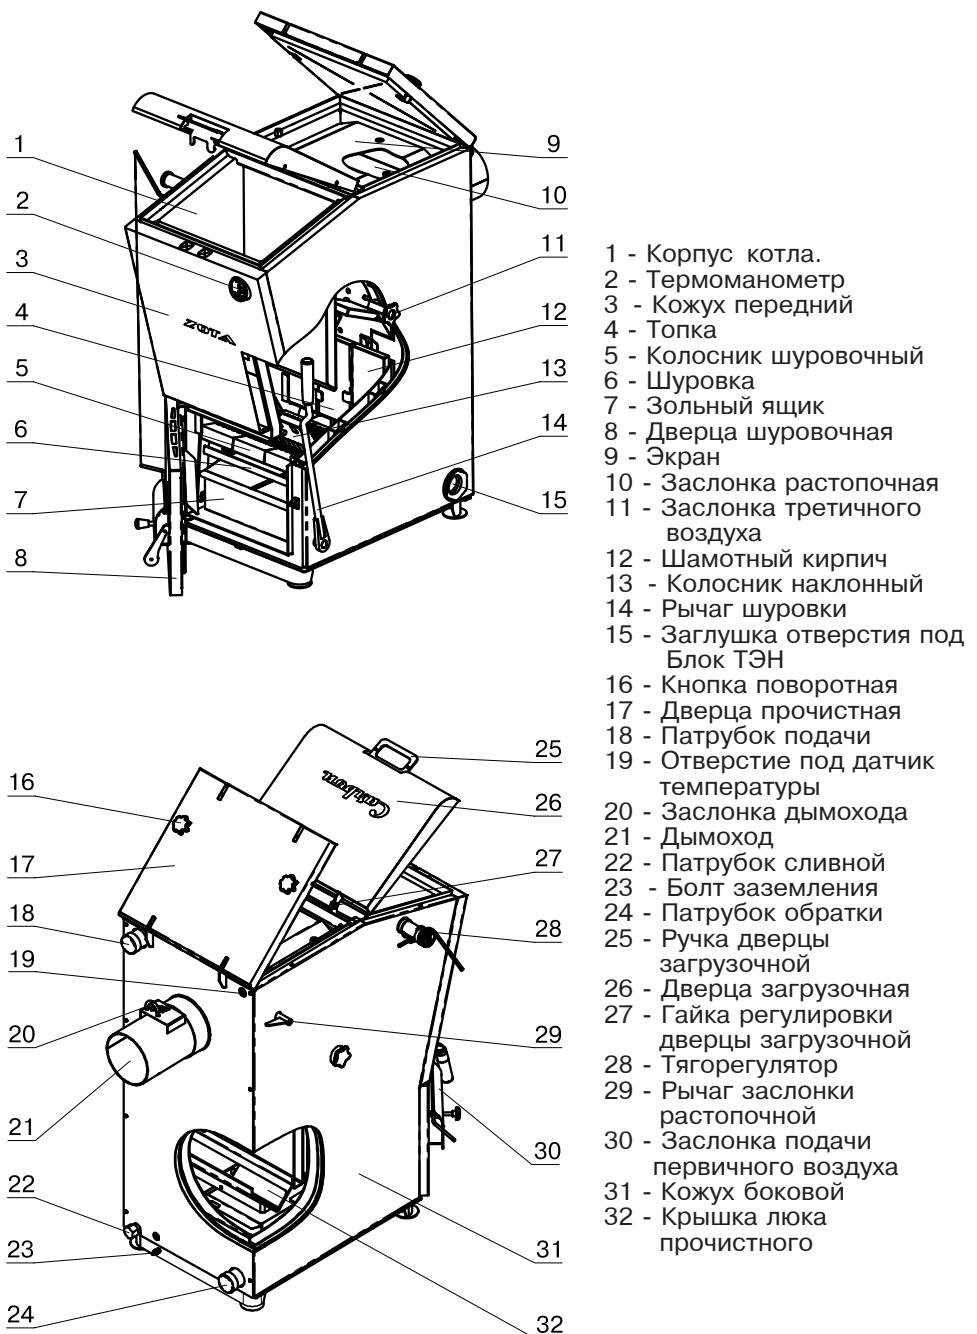

Рис.1 Конструкция отопительного котла
4.6.4. Эксплуатировать котел при неполном заполнении системы отопления водой и с открытыми дверцами (поз. 8, 17, 26) (см. рис.1).
5.1. Котел (рис.1) состоит из корпуса (поз. 1), топки (поз. 4), системы газоходов, дымохода (поз. 21).
• Откройте прочистную дверцу поз.17 Рис.1 и уберите экран поз.9 Рис.1.
6.2.6. Проверьте установку крышки люка прочистного (поз.32) Рис.1. Крышка должна лежать на прочистном окне плотно, без зазоров. Доступ к крышке люка производится через газоходный канал при открытой прочистной дверце (поз.17) и снятом экране (поз.9).
Откройте полностью заслонку дымохода (поз. 20) Рис.1, установив ручку заслонки вдоль патрубка дымохода (положение “открыто”).